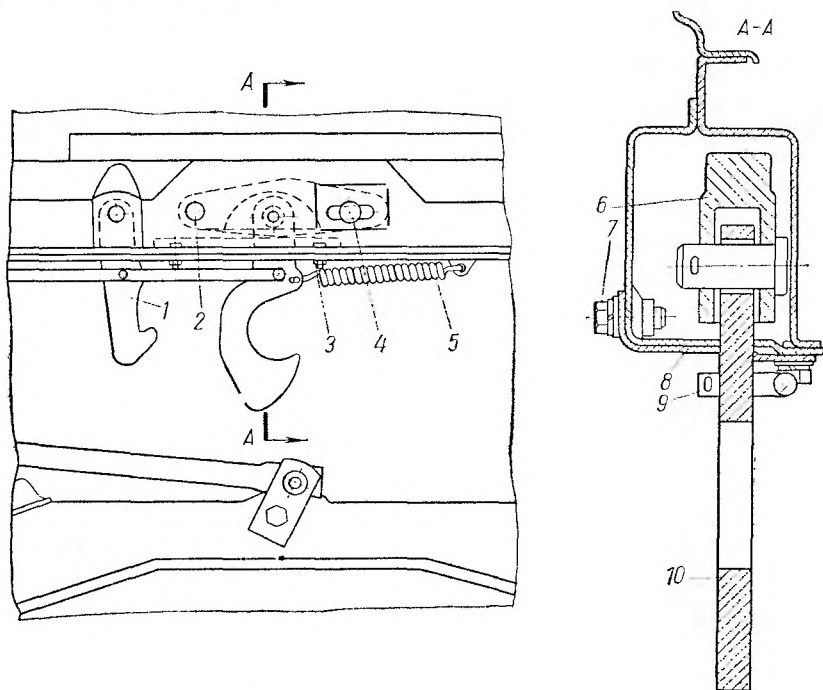
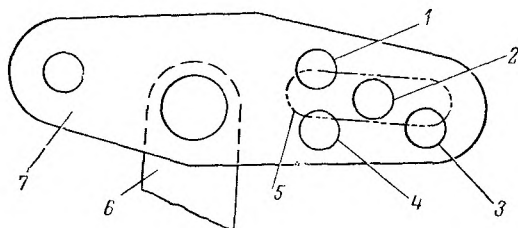

Рис. 166. Замена фиксатора с запорным крюком:
Рис. 167. Фиксатор:
Вынуть шплинты крепления тяги 9 (рис. 166) к запорному 10 и предохранительному 1 крюкам.
**Регулировка положения запорного крюка.** Положение запорного крюка на кабине регулируют изменением положения фиксатора 6 (см. рис. 166) относительно прорези 5 (рис. 167) на кабине. Отверстия 1 и 2 — установочные отверстия фиксатора 7 крюка 6 при установке его на заводе.
Вынуть шпильки крепления тяги 9 (см. рис. 166) крюков к запорному 10 и предохранительному 1 крюкам.